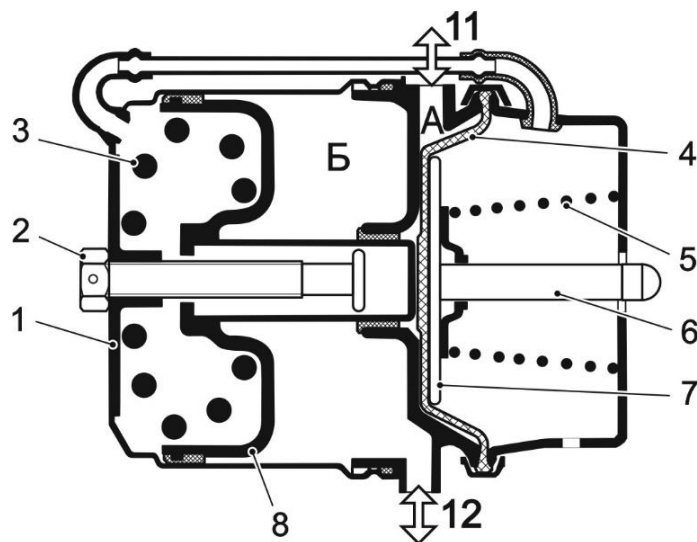

**Рис. 12.3** Схема тормозной камеры с энергоаккумулятором
**Внимание!** После механического растормаживания, перед началом эксплуатации автобуса, следует привести в рабочее состояние энергоаккумуляторы тормозных камер, для этого нужно заполнить тормозную систему воздухом, установить рукоятку стояночного тормозного крана в положение растормаживания и завернуть до упора винт 2 (рис. 12.3).